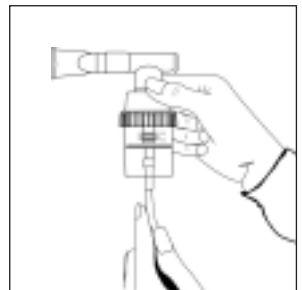

Figure 6
8. Attacher le tube au connecteur d'admission d'air du nébuliseur **Figure 6**.